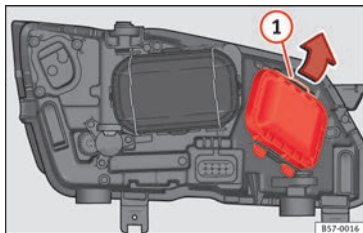

Fig. 104 Dans le compartiment moteur : retirer le cache.
2. Déplacez le tirant » fig. 104 (1) dans le sens de la flèche puis retirez le cache.